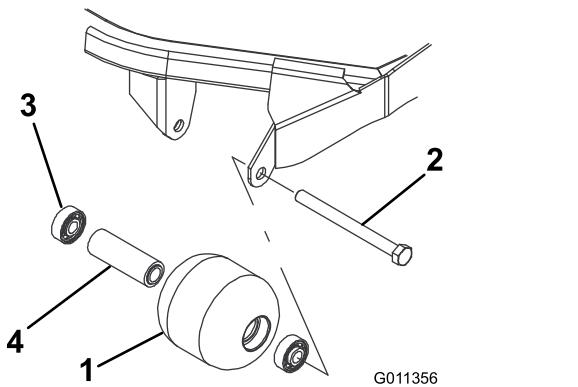

Figura 73
1. Rimuovete il bullone di montaggio del rullo (Figura 73).
distanziale del cuscinetto del rullo (Figura 73). Sostituite i componenti danneggiati e procedete con il montaggio.
1. Montate il primo cuscinetto premendolo nell'alloggiamento all'interno del rullo (Figura 73). Premete soltanto sulla pista esterna o, in misura uguale, sulla pista interna ed esterna.
2. Inserite il distanziale (Figura 73).
3. Spingete il secondo cuscinetto nell'alloggiamento all'interno del rullo (Figura 73), premendo in misura uguale sulla pista interna ed esterna, fino a quando la prima pista non tocca il distanziale.